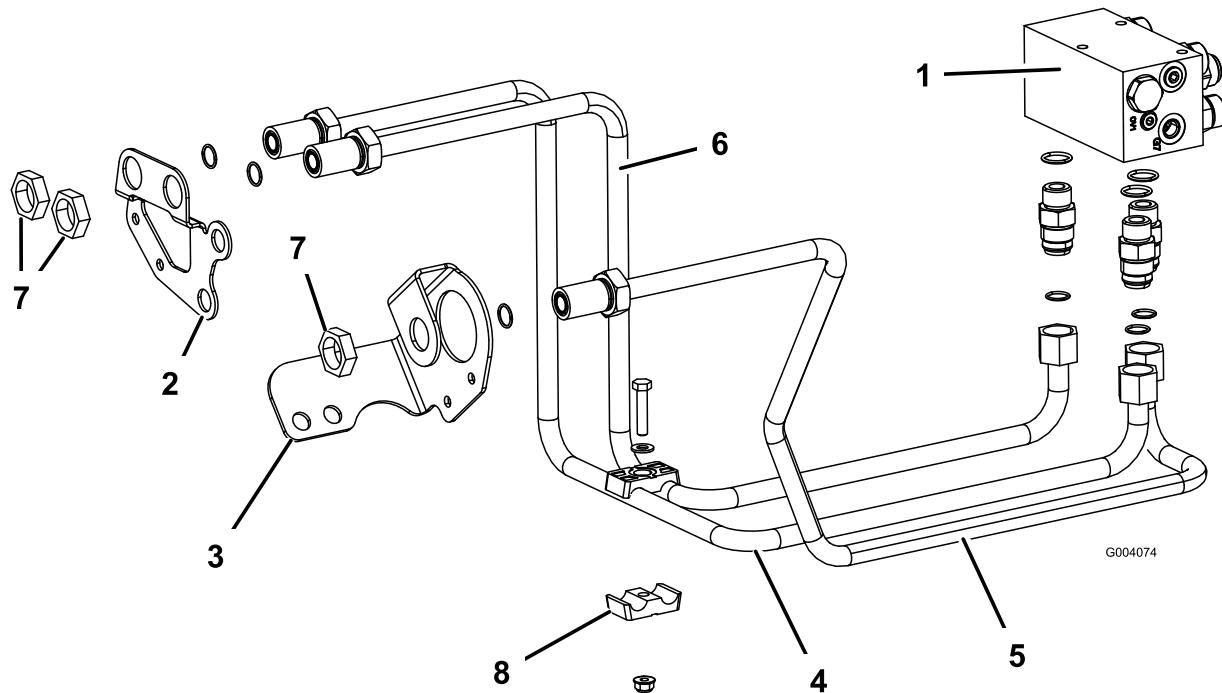

図 9
ティングから、右側フレームのバルクヘッドブラケットの右側の穴に配設する 図 9。
2. この油圧チューブの後部をマニホールドのフィッティングに固定し、前部をバルクヘッドブラケットにバルクヘッド用ロックナットで固定する 図 9。
3. 油圧チューブP/N 108-7626を、中央マニホールド フィッティングの REV というラベルのついたフィッティングから、左側フレームのバルクヘッドブラケットの穴に配設する 図 9。
5. 油圧チューブP/N 108-7625を、右側マニホールド フィッティングの LF というラベルのついたフィッティングから、右側フレームのバルクヘッドブラケットの左側の穴に配設する 図 9。
7. 右側バルクヘッドのライン2本を、チューブクラ ンプ、キャップスクリュ 5/16 x 1-1/2 インチ、平 ワッシャ 0.344 x 0.688 、ロックナット 5/16 インチ 図 9で固定する。